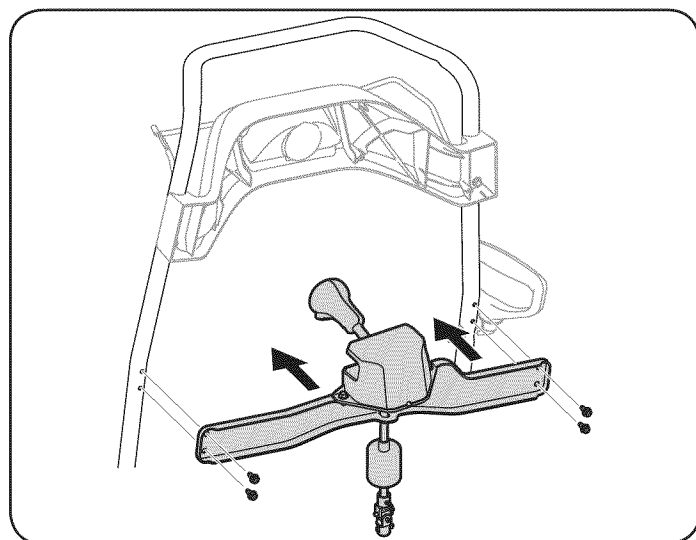

Figura 7
2. Usando los cuatro tornillos de cabeza hexagonal, instale el montaje del control de rotación del canal. Vea la Figura 7.